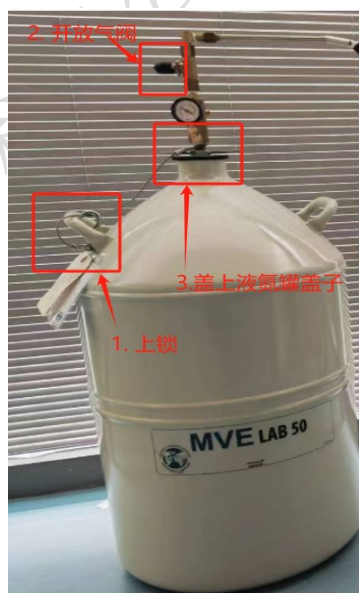

图 12
Step4. 确认盖子盖紧后，关闭图 12 中的放气阀。用软管连接液氮回凝制冷器的其中一个液氮充装阀门；